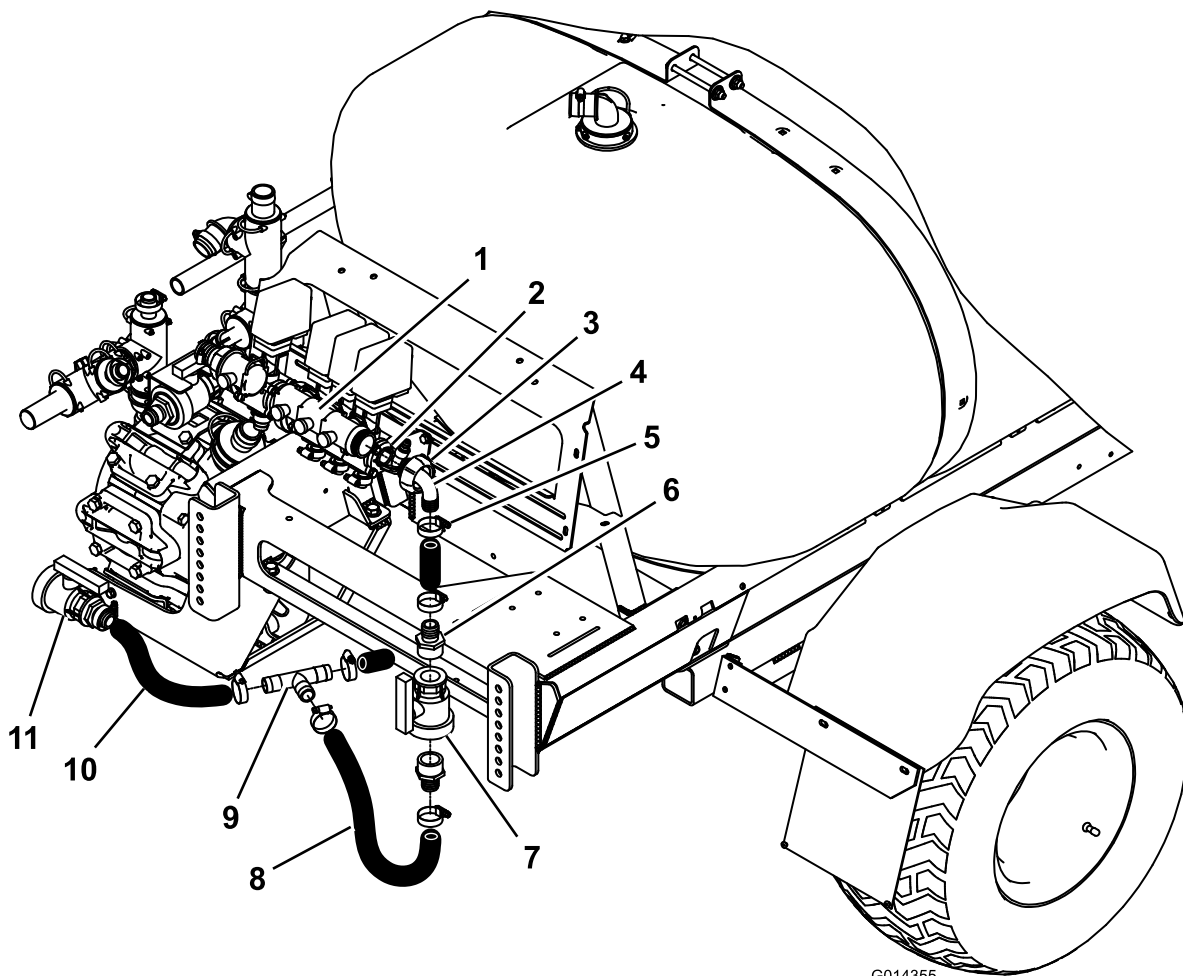

Figura 3
4. Montate l'O-ring sulla testa flangiata del gomito a 90° e inserite il gomito nella parte destra del gruppo della valvola di bilanciamento (Figura 3).
6. Posizionate il tubo di spurgo sotto la macchina e tagliatelo a circa 61 cm dalla valvola di spurgo (Figura 3).
7. Inserite una fascetta stringitubo attorno a ciascuna delle estremità del tubo e installate un raccordo portagomma a T tra le due estremità (Figura 3).
9. Tagliate il flessibile di bypass dell'agitatore (Figura 3) a 5 o 7,5 cm dal raccordo a gomito.
10. Installate il flessibile di bypass dell'agitatore dal raccordo a T fino al gomito (Figura 3).
12. Montate la valvola a sfera, i due raccordi portagomma diritti e le due fascette stringitubo come mostrato in Figura 3.
13. Assicurate la valvola a sfera e i due raccordi portagomma diritti con le due fascette stringitubo (Figura 3).